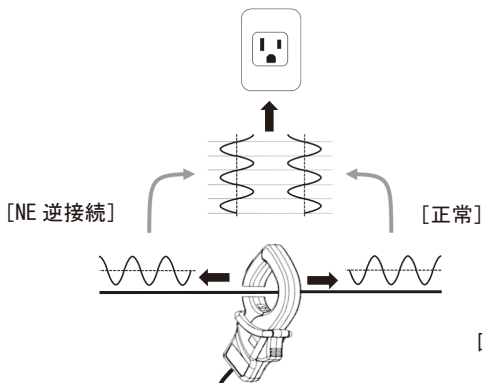
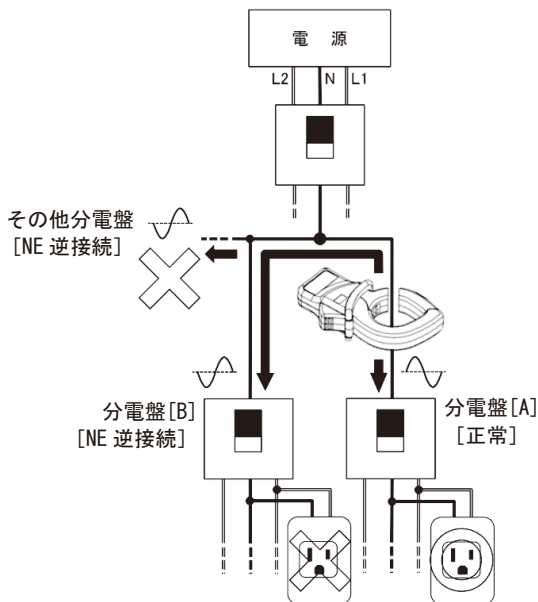
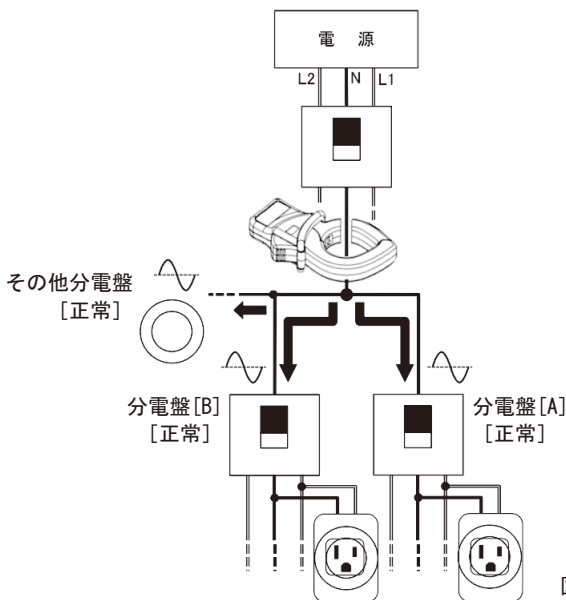

図6-8
図6-9
図6-10
- 図6-8のように、試験電圧注入用クランプの向きによって、中性線（N）に印加する試験電圧の位相が180度変わります。KEW 4505は試験電圧信号の極性（位相差）によってコンセントテストを行うため、まちがった向きに試験電圧注入用クランプをクランプすると、判定対象のコンセントが「正常」な状態であっても、「NE 逆接続」と判定してしまいます。
この時、前頁の図6-8にて説明した、測定対象のコンセントから見える試験電圧注入用クランプの向きにより、図6-9の分電盤[B]から配線したコンセントのように〔正常〕な配線状態であっても、KEW 4505は〔NE逆接続〕と判定します。接続する分電盤の中性線（N）と測定対象のコンセントとの方向、およびクランプしている分電盤の位置とを充分に確認してから接続してください。
- 図6-10のように、試験電圧注入用クランプを配電盤に近い位置へクランプすることで、前頁図6-9の分電盤[B]から配線したコンセントであっても、正しく「正常」と判定できますが、判定対象ではないその他の分電盤から配線したコンセントに、複数の負荷を接続した状態で、かつそれらの負荷が駆動状態であった場合、KEW 4505が「判定不可」になる場合があります。そのため、図6-10の位置への接続は推奨いたしません。